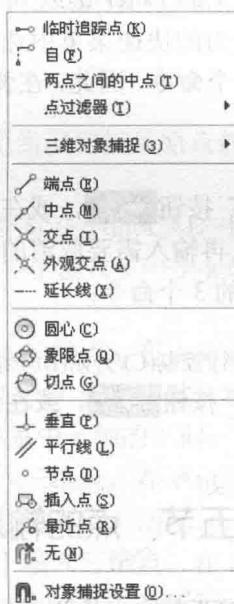

图 1-12 “对象捕捉和点过滤”光标菜单
(1) 左键称拾取键，用于在绘图窗口输入点和选择图形对象（称拾取），或单击菜单项和工具按钮，以执行相应的操作。
(2) 一般情况下，右键相当于键盘上的 Enter 键。默认情况下，在命令执行的过程中，单击鼠标右键会弹出包含“确认”“退出”以及该命令所有选项的右键菜单，此时以鼠标左键单击菜单中的“确认”选项等效于回车键。
(3) 在绘图区域的空白处同时按下键盘上的 Shift 键和鼠标右键，弹出“对象捕捉和点过滤”光标菜单（图 1-12），其功能与“对象捕捉”工具栏相似。